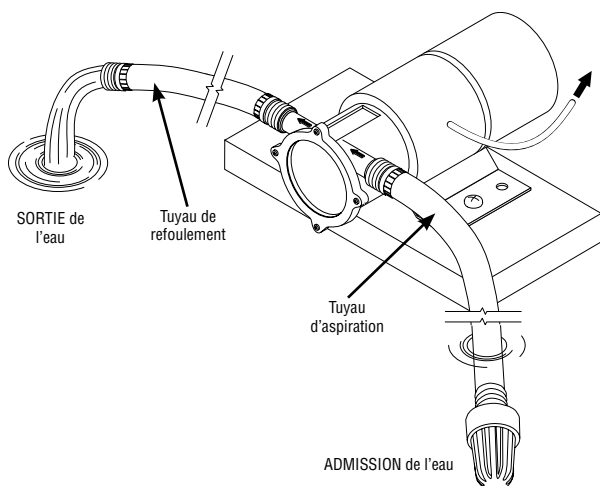

Figure 4 - Opération typique
- Le moteur doit rester à sec. Voir la Figure 4.